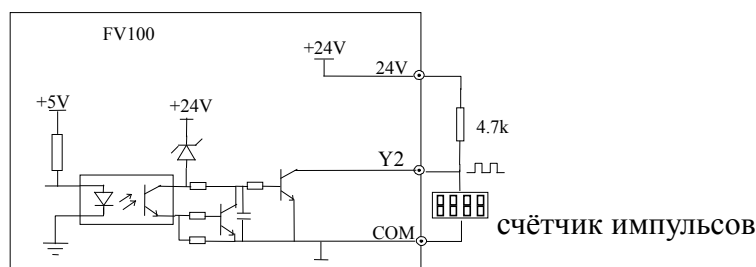

Рис. 4-15. Подключение Y2 в качестве импульсного выхода.
3. Y2 также может использоваться как импульсный выход, в случае, если для питания Y2 используется внутренний источник тока 24В. Подключение показано на рис. 4-15.